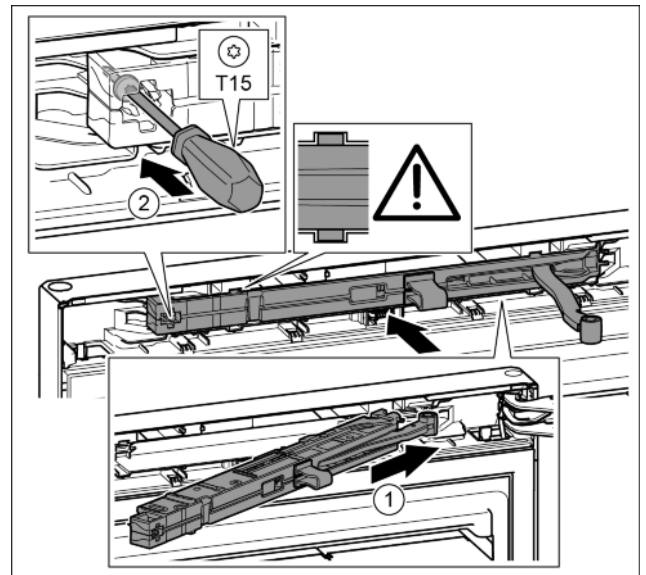

Fig. 22
- ▶ Pe partea suportului de lagăr împingeți înclinat unitatea amortizorului de închidere până la opritor în degajare. Fig. 22 (1)
- ▶ Înșurubați ferm șurubul cu o șurubelniță T15. Fig. 22 (2)